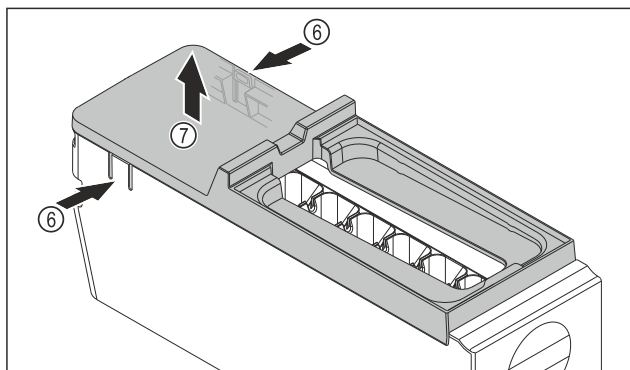

Fig. 97
- Retirer le couvercle du corps de l'EasyTwist-Ice : D'une main, pousser les languettes Fig. 97 (6) des deux côtés du corps de l'EasyTwist-Ice.
- De l'autre main, retirer le couvercle Fig. 97 (7) vers le haut.